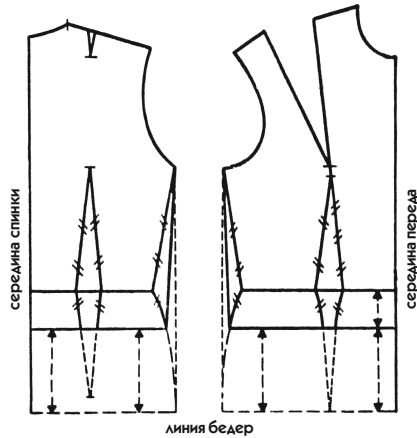

Рис. 96
- отмерьте на фигуре желаемую длину изделия от талии по срединной линии переда и перенесите ее на лекало в том же месте (маленькая пунктирная стрелка на рис. 96); (Для нашего примера отложите 7 см от линии талии. Чтобы заправленная в юбку блуза не вылезала каждый раз, когда вы поднимаете руки, лучше дать ей длину от талии не менее 12 см.)
- измерьте расстояние, отделяющее эту точку от линии бедер, и отложите его на лекале несколько раз, чтобы провести линию, параллельную линии бедер (на рис. 96 эти измерения показаны четырьмя длинными пунктирными стрелками). (Чтобы начертить длину, например, болеро, те же действия выполняются, начиная от линии груди.)
с линией длины (сплошная линия на рис. 96). Это и будет линия бокового среза.